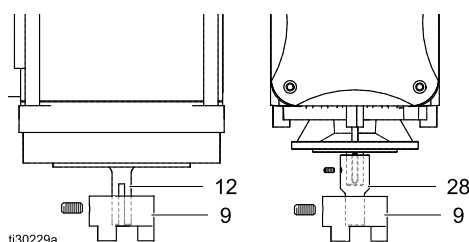

Figure 4 Coupleur sur l'arbre du moteur
- Placez le coupleur (7) sur l'arbre de l'agitateur au-dessus de la bague de fixation et serrez la vis de pression (7a) fermement.
- Placez le coupleur de disque à croisillons (8) sur le dessus.
- Pour les moteurs UL : Fixez la bride du moteur (10) au carter de palier avec 4 vis de blocage (5).
- Pour les moteurs ATEX : Mettez l'adaptateur (28) l'arbre du moteur et fixez avec la vis de pression (29). Fixez la bride de l'adaptateur (30) sur le moteur (12) avec 4 vis à tête creuse (31).
- Pour les moteurs UL : Placez le coupleur (9) à ras en bas de l'arbre du moteur. Voir la figure 4, côté gauche. Serrez bien la vis de pression du coupleur.
Pour les moteurs ATEX : Placez le coupleur (9) à ras en bas de l'adaptateur (28). Voir la figure 4, côté droit.